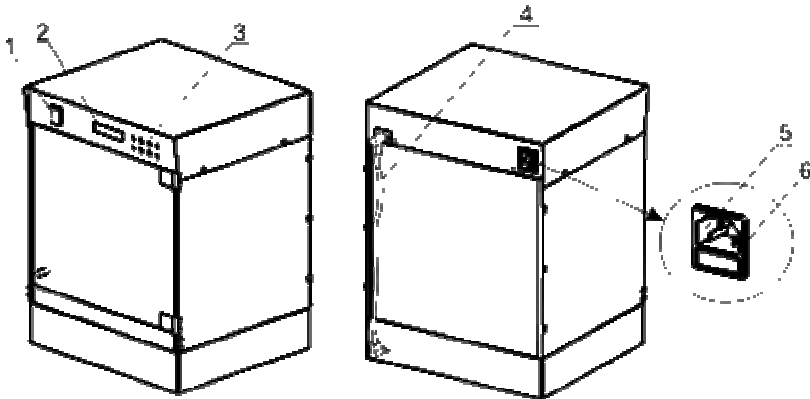

Abb. 1 Bauweise des Geräts
- Netzschalter (Abb. 1/1);
- Display (Abb. 1/2);
- Steuerungsknöpfe (Abb. 1/3).
- Steuerungskabel des Schüttelblocks (Abb. 1/4);
- Buchse für den Anschluss des Stromkabels (Abb. 1/5);
- Sicherungshalterung (Abb. 1/6).
❶ UP-12
❷ PP-4
❸ P-12/100
❹ P-6/250
❺ P-16/88
❻ HB-200
- Schließen Sie das Schüttlersteuerungskabel (Abb. 1/4) in die entsprechenden Buchsen auf der Rückseite des Thermostat- und Schüttelblocks an.
- Stecken Sie das Stromkabel in die Steckdose auf der Rückseite (Abb. 1/5) und stellen Sie das Gerät so auf, dass der Stromschalter und der Stecker leicht zugänglich sind.